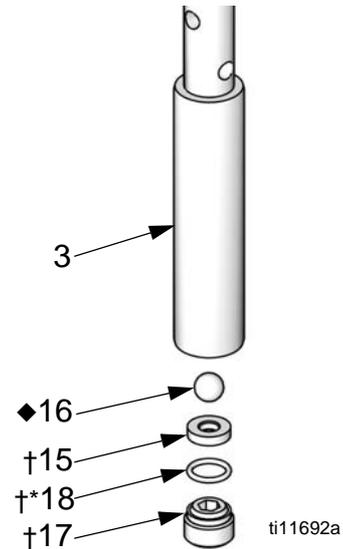

FIG. 5. Vuelva a colocar la bola del pistón y el asiento.
13. Extraiga la junta tórica (18*†), el asiento (15†) y la bola (16◆). Vea FIG. 5.